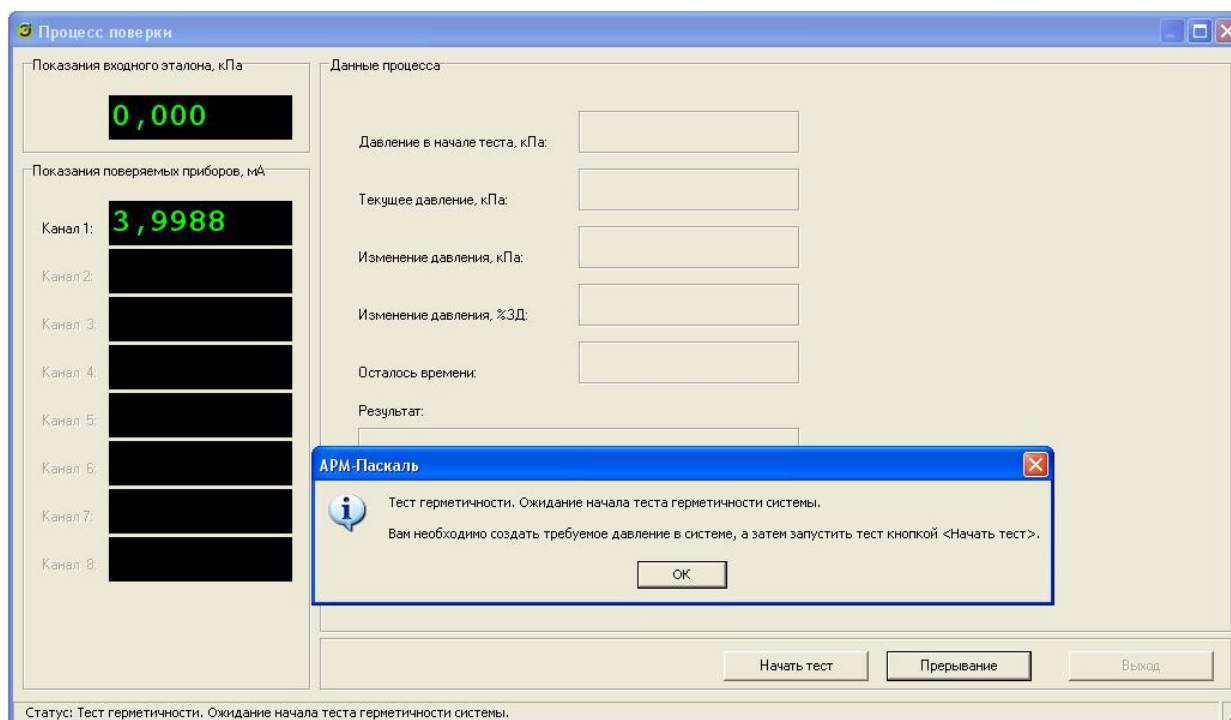

Рисунок 3.6.3 – Ожидание подтверждения старта теста герметичности
- «Начать тест». Кнопка предназначена для подтверждения старта теста герметичности, после того, как в системе будет создано необходимое давление. Данная кнопка отображается в том случае, если входной эталон не может самостоятельно создать требуемое давление в системе (использование калибраторов МЕТРАН-517, ЭЛМЕТРО-Паскаль-02, ЭЛМЕТРО-Паскаль-03 и преобразователей давления эталонных ЭЛМЕТРО-Паскаль-04) (рисунок 3.6.3). При использовании контроллеров МЕТРАН-530, ЭЛМЕТРО-Паскаль, Druck PACE5000 и Druck PACE6000 тест герметичности будет выполнен в полностью автоматическом режиме.